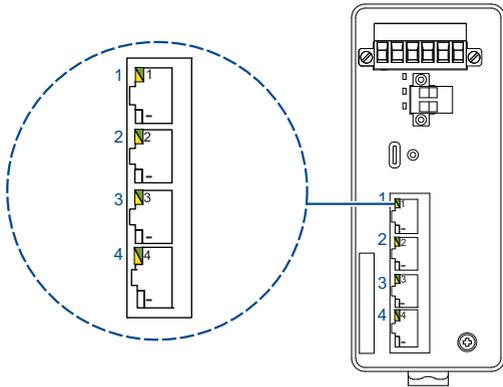

Abb. 2: Position der LED-Anzeigeelemente bei Gerätevarianten mit 4 × RJ45-Buchsen
- Die Position der LED-Anzeigeelemente bei Gerätevarianten mit 4 × RJ45-Buchsen entnehmen Sie der Abbildung 2. Die Bedeutung der LED-Anzeigeelemente entnehmen Sie der Tabelle 5.